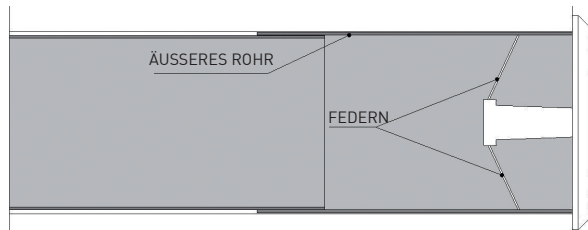

Abbildung 6
- Bringen Sie das Gitter "auf links" an, indem Sie die Federn auf dem äußeren Rohr (Abbildung 6) zusammendrücken